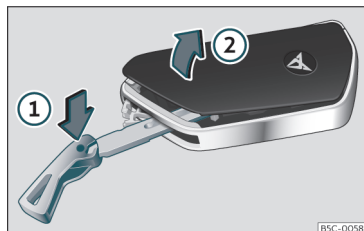

Fig. 76 Llave del vehículo: abrir la tapa del compartimento de la pila.
- Introduzca el espadín en la ranura >>> **fig. 76**, presiónelo en el sentido de la flecha ① y desprenda la tapa haciendo palanca ②.